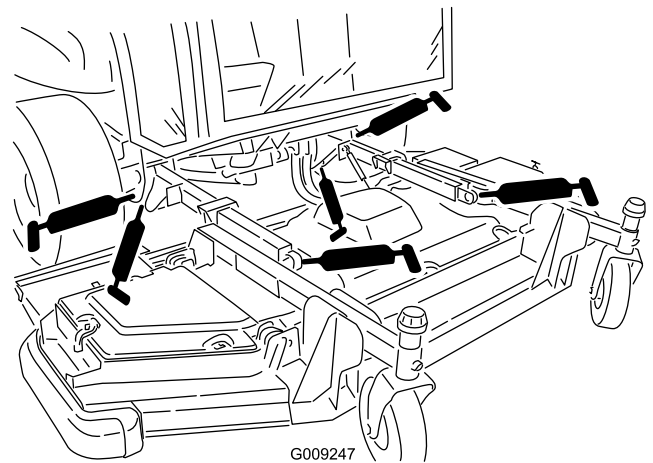

Figura 81
- 2 boccole orientabili del braccio di sollevamento (Figura 81)
- 2 giunti a sfera del braccio di sollevamento (Figura 81)
- 2 perni di articolazione del cilindro di sollevamento del piatto anteriore (Figura 81)